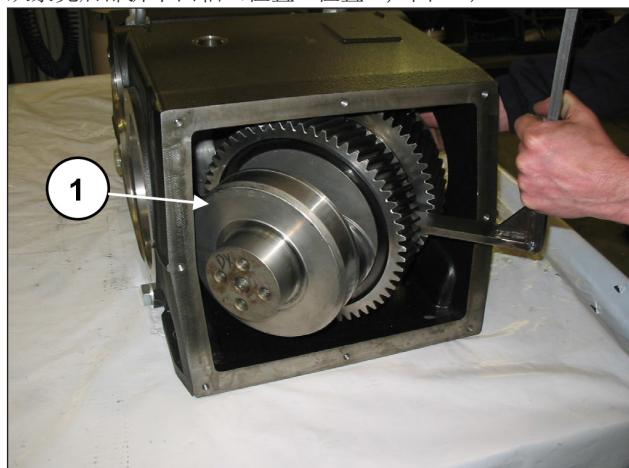

图 38
让半连杆在液压部分的方向前进，并通过使用专用工具锁定（代码27566200）（位置①，图 38）。